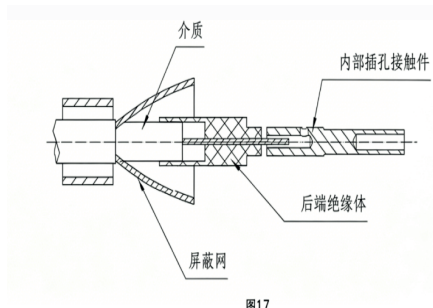
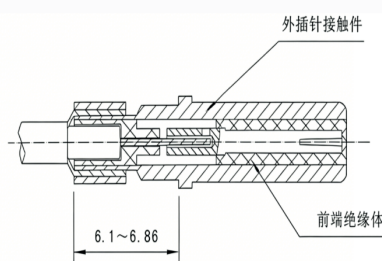

图17
图18
③将屏蔽层向外张开，剥开电缆的介质部分。
④如图17所示，将中心导体穿过绝缘体，直到绝缘体尾部凹陷底端部分抵到介质，并在电缆屏蔽网下。
⑤将电缆中心导体穿入插孔接触件上。通过中心插孔接触件上的观察孔一定可以看到电缆中心导体。接触件一定要抵住后端绝缘体。
⑥使用压接工具M22520/2-01和定位器M22520/2-34压接内部插孔接触件。
⑦如图18所示，将图17内部组件装入外插针接触件至电缆屏蔽网下，直到内部插孔接触件完全安装好。